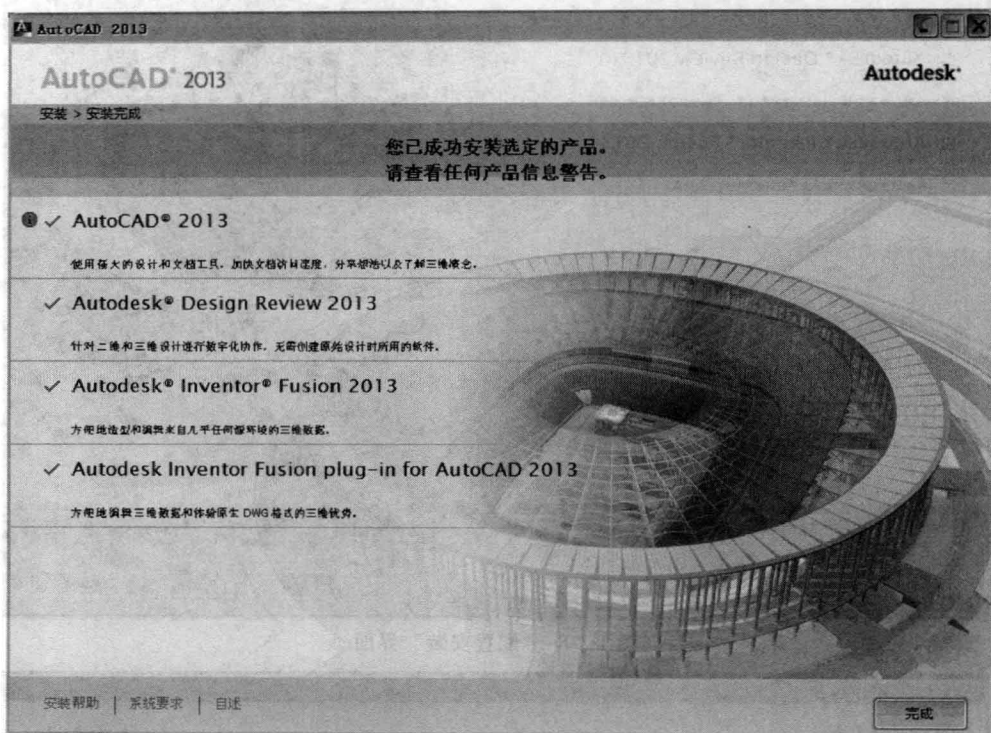

图 1-1-10 成功安装
⑩ 20~40min 后（不同的电脑配置需要不同的安装时间），安装完成，在“安装>安装完成”界面中，单击“完成”按钮即完成安装，如图 1-1-10 所示。